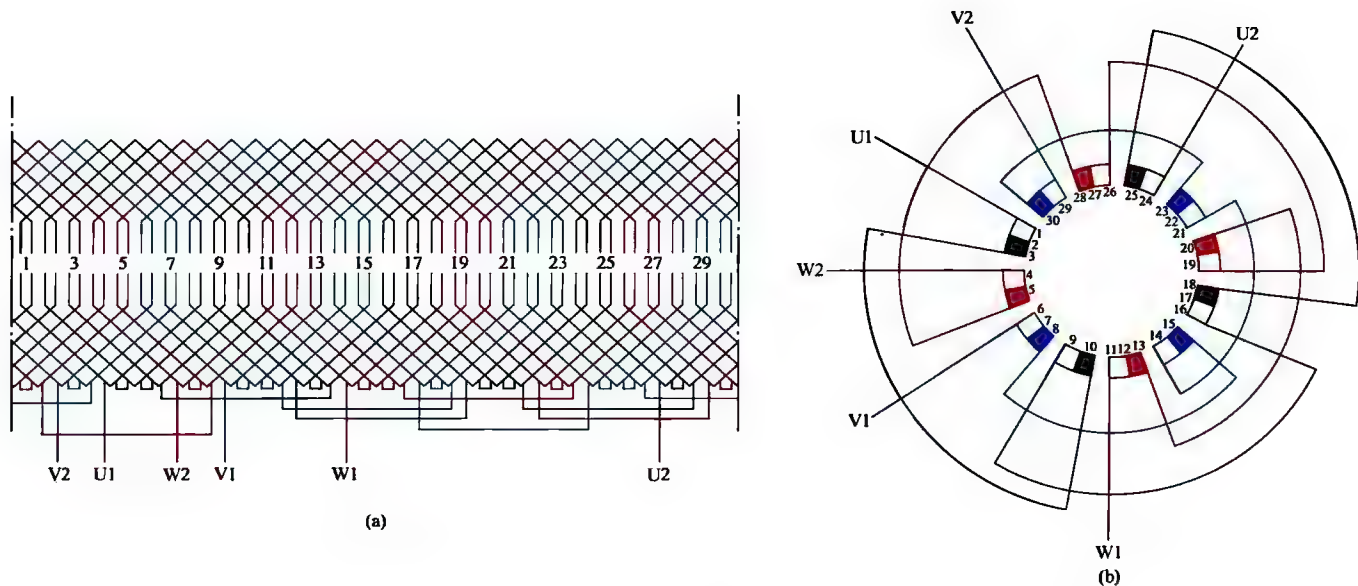

图 1-28 三相 4 极 30 槽双层叠绕组 1 路接法
28. 三相 4 极 30 槽双层叠绕组 1 路接法展开图与接线圆图 (见图 1-28)